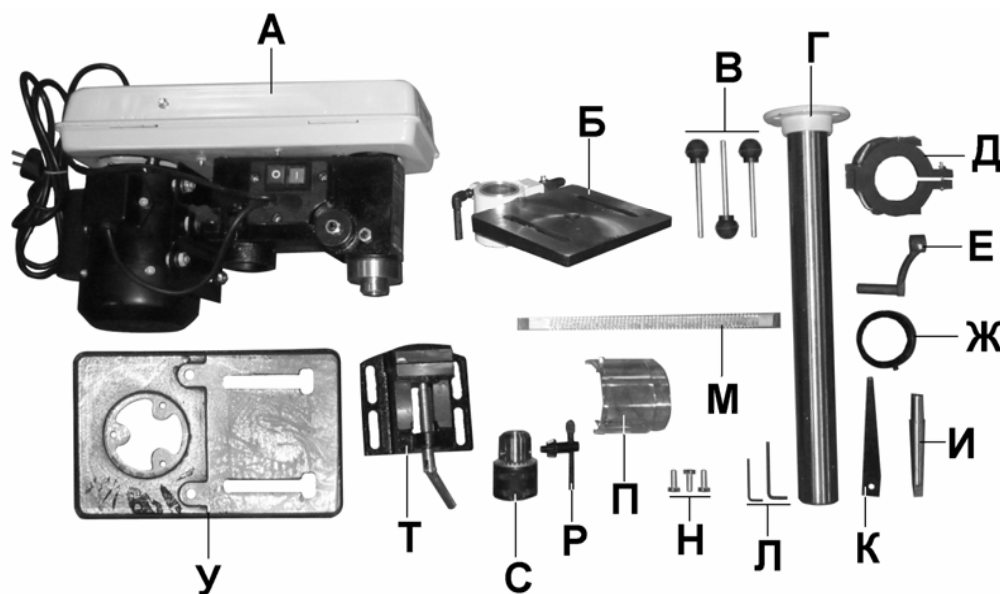

Рис.1.
3. КОМПЛЕКТНОСТЬ СТАНКА (Рис.1)